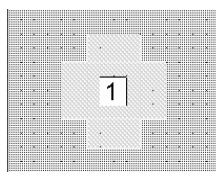

Рис. 4.70
11. Щёлкните по значку **Copy** и затем по значку **Paste** на панели инструментов. Щёлкните правой кнопкой мышки, чтобы развернуть скопированную перемычку, и поместите её, как показано на рис. 4.70.